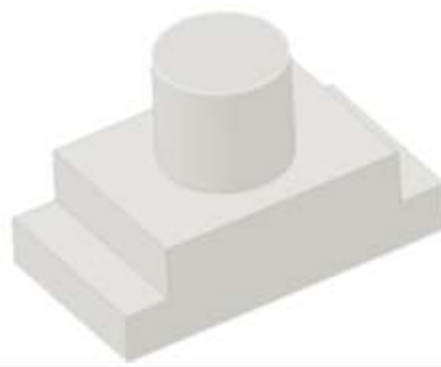

Рис. 7.8. Плоскость для дальнейшего построения
26) Щелчком ЛКМ выделите верхнюю грань цилиндра (вы укажите плоскость для дальнейшего построения – зеленая) – рисунок 7.8;